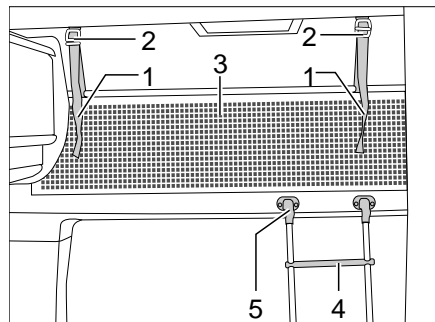

Bild 89 Alkovenbett
Zum Besteigen des Alkovenbetts die serienmäßig beigelegte Aufstiegsleiter (Bild 89,4) benutzen.
- Die Leiter mit den Holmen in die Halterung (Bild 89,5) an der Alkovenblende einhängen.
Das Sicherungsnetz (Bild 89,3) ist serienmäßig zwischen Matratze und Lattenrost verstaut. Das Sicherungsnetz erst aufspannen, wenn sich die Personen bereits im Alkoven befinden.
- Die Haltebänder (Bild 89,1) in die Halterungen an der Decke (Bild 89,2) einrasten.